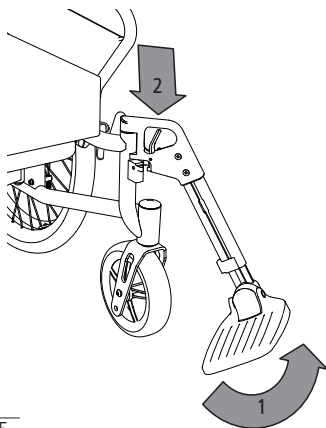

fig. 25
1. For at afmontere benstøtterne fjernes først lægstroppen (se kapitel 3.6) og derefter fodbrættet. Derefter kan fodpladen klappes op (1, fig. 25).
2. Frigør nu låsehåndtaget (2, fig. 25), og sving benstøtterne udad.